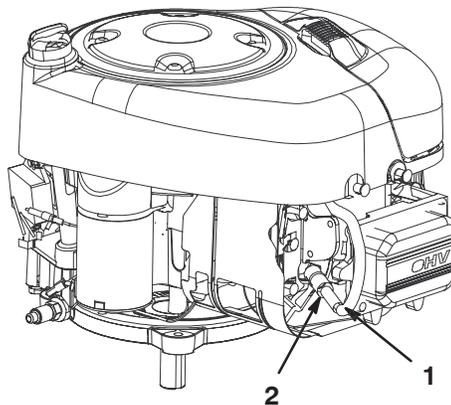

Figure 23
6. Passez sous le corps de la machine, au-dessus de la roue arrière gauche, et débranchez le fil de la bougie (Fig. 23).
3. Branchez la bougie (Fig. 23).